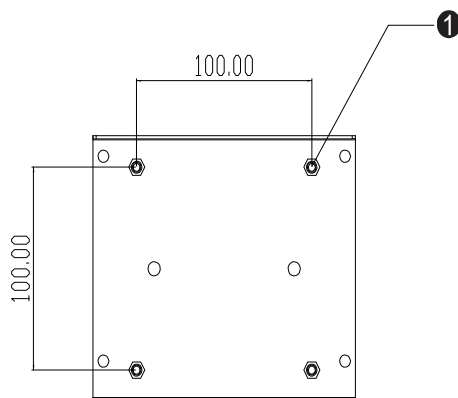

图 2-2：后部安装管脚（未按比例显示）
3. 按图 2-2 所示，将显示器安装到墙壁上。通过电缆入口布线（图 2-2，项目 ①）。